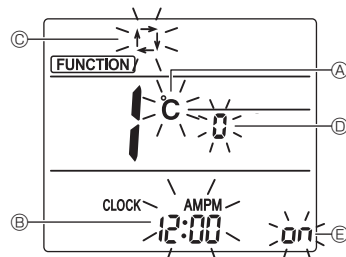

Fig. 5-11
- Se visualizará la pantalla de configuración de la visualización de Pantalla. (Fig. 5-11)
5.10.2. Cambiar la unidad de temperatura (Fig. 5-11 (A))
5.10.3. Cambiar la visualización de la hora (Fig. 5-11 (B))
5.10.4. Cambiar el modo AUTO (Fig. 5-11 (C))
5.10.5. Cambiar el N.º de par (Fig. 5-11 (D))